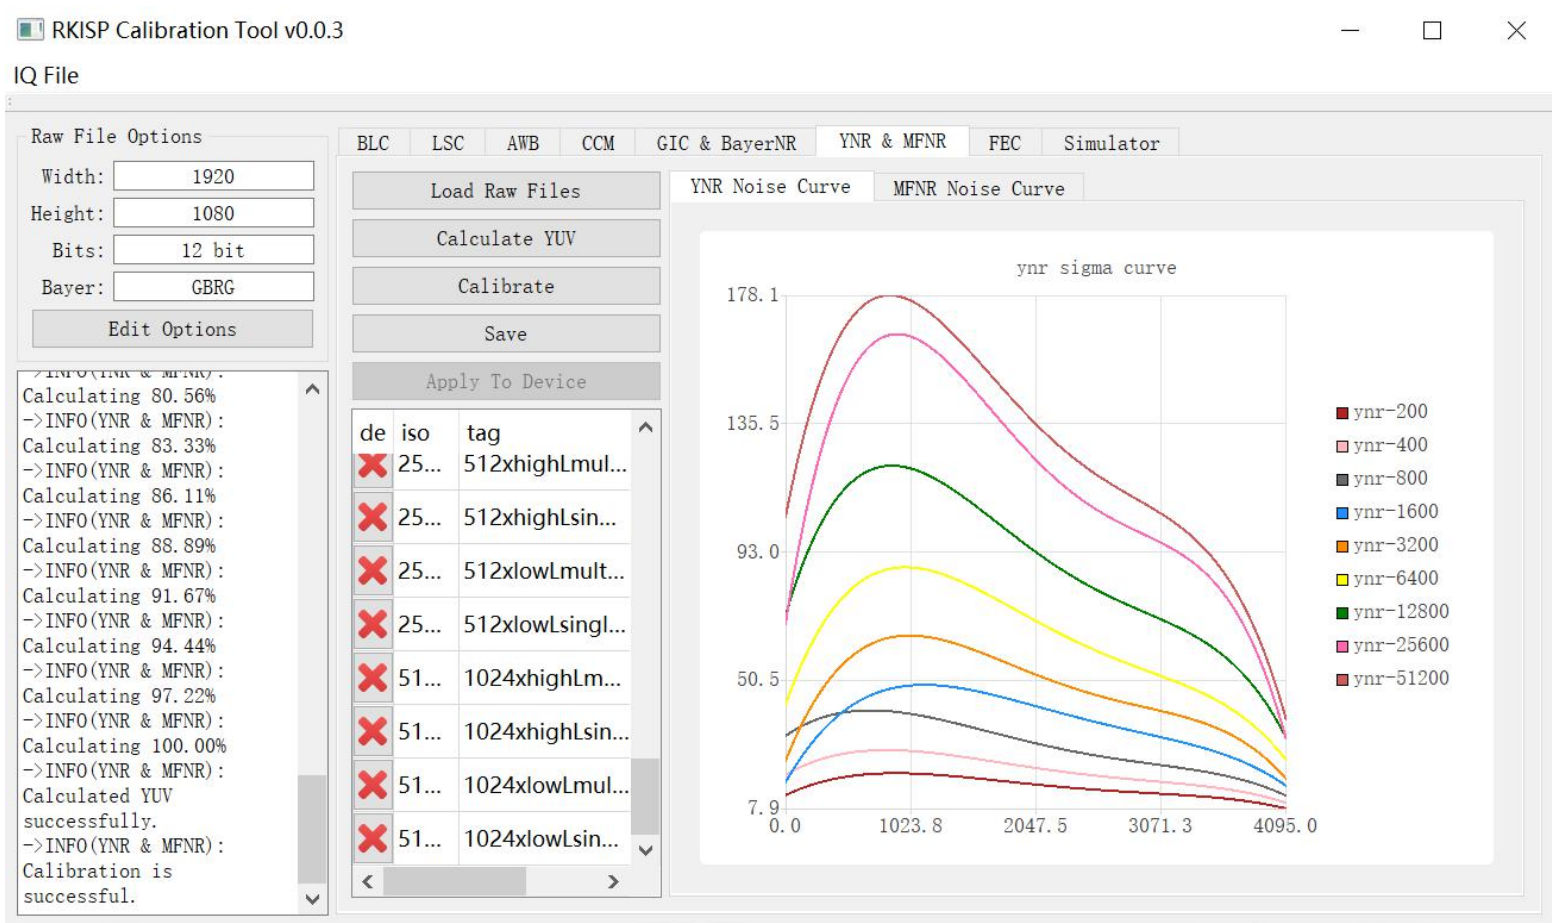

图 4-6-7
- b) 若标定出的曲线与图 4-6-7 中所示的形状相差甚远，表明高光或低光亮度不对，可以通过曲线异常的位置来判断：